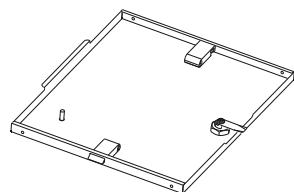

Рисунок 11
- 4.2.2 Вставьте в отверстие боковой панели замок, предварительно скрутив с него гайку. Закрепите замок на боковой панели гайкой (рисунок 11).